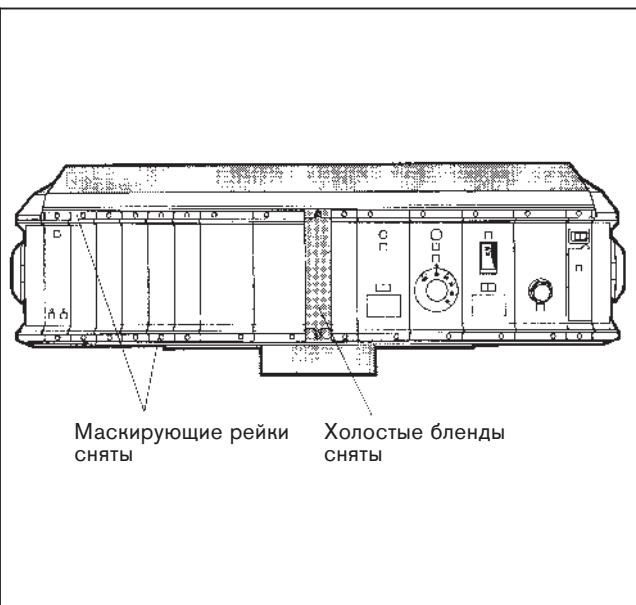

Рис. 1: лицевая сторона регулятора – схематическое изображение
- Снять маскирующие рейки (рис. 1).
- Снять холостую бленду (рис. 1).